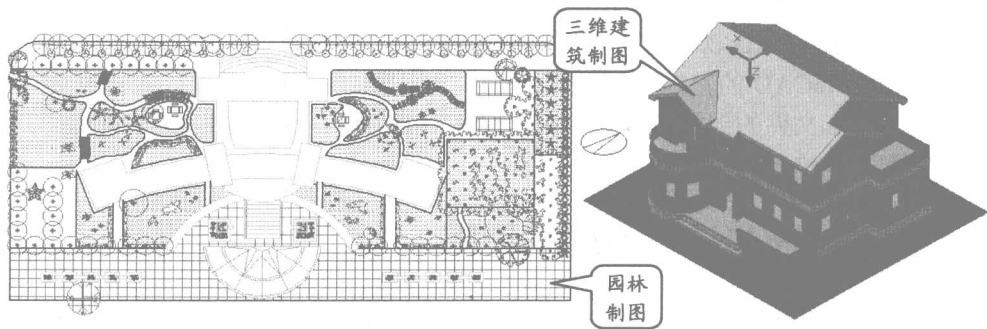

图 1-1 园林图纸和三维建筑效果
□ **建筑和园林制图** 建筑和园林制图是 AutoCAD 制图中两个重要的领域,利用专业的 CAD 软件可以制作出数据精确、结构严谨、标识清晰的建筑和园林图纸以及三维建筑效果等,如图 1-1 所示的是利用 AutoCAD 绘制出来的设计图效果。